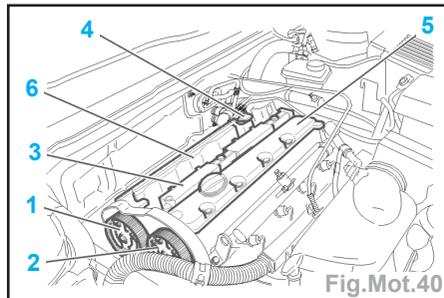
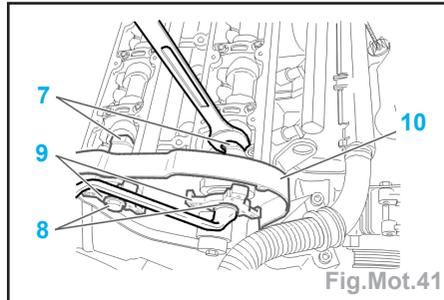

Fig.Mot.40
Fig.Mot.41
- Déposer (Fig.Mot.40) :
- les pignons d'arbre à cames (1) et (2),
- le bloc bobine compacté (3),
- le capteur (4),
- les couvre-culasses (5) et (6) (desserrer progressivement et en spirale les vis de couvre-culasse en commençant par l'extérieur).
- Positionner la clé plate sur le méplat (7) de l'arbre à cames (Fig.Mot.41).
- Positionner la clé plate de **24 mm** sur le méplat (7) de l'arbre à cames (Fig.Mot.41).
- Desserrer la vis (8).